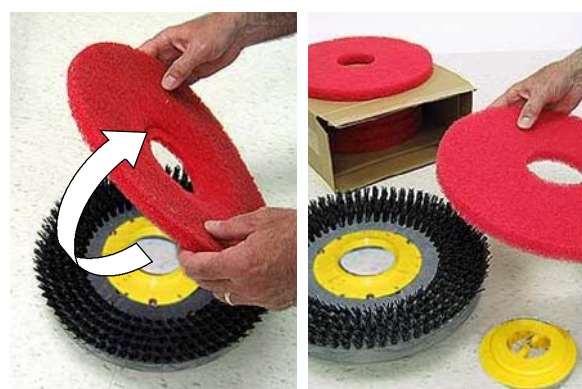

図 38
5. パッド/ブラシを取り外し、掃除してください。パッドを入れ替えるか、磨耗している場合は交換してください（図 38）。